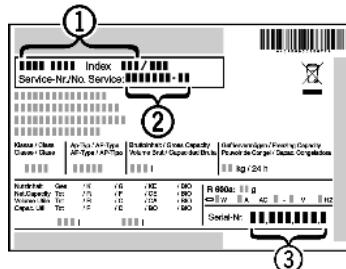

Fig. 11
- Обратитесь в сервисную службу и сообщите вид неисправности, наименование устройства Fig. 11 (1), сервисный № Fig. 11 (2) и серийный № Fig. 11 (3).